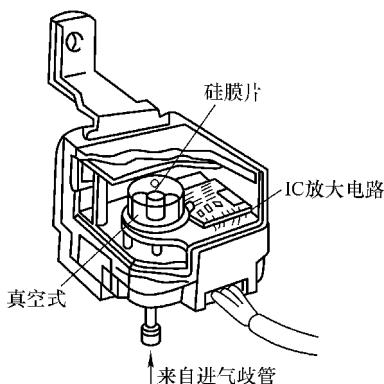

图 5-36 半导体压敏电阻式传感器工作过程
**学习提示:** 压力转换元件是利用半导体的压阻效应制成的硅膜片。硅膜片的一侧是真空室, 另一侧导入进气歧管压力, 如图 5-36 所示。进气歧管内绝对压力越高, 硅膜片的变形越大, 其变形量与压力成正比, 然后将进气歧管内压力的变化转换成电信号。